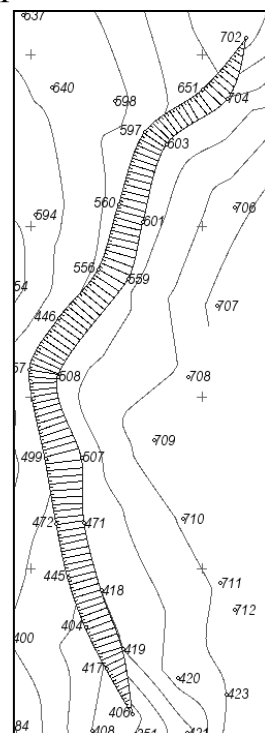

Рис.84
5. В фильтрах видимости  отключите видимость ребер триангуляции и отредактируйте положение отметок точек вдоль верхней бровки откоса, используя команду Построения/Редактировать точку/Изменить подпись. В итоге Вы должны получить откос, показанный на рис. 84.